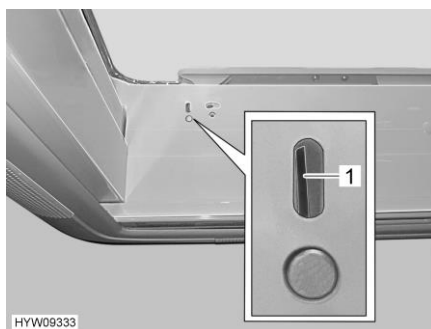

Fig. 52 Pannello visore (oblò a manovella)
- Chiusura:** ■ Ruotare la manovella finché l'oblò a manovella non è chiuso. Quando l'oblò a manovella è chiuso in modo corretto, nel pannello visore compare una tacca rossa (Fig. 52,1).